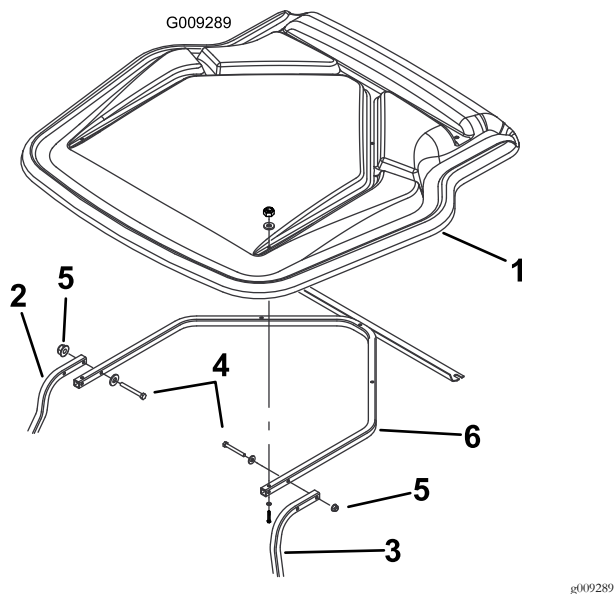

Рисунок 6
10. Поднимите навес над опорной рамой и установите его, не затягивая, на передние опоры при помощи 4 винтов (5/16 x 2-3/4 дюйма), 4 плоских шайб (5/16 дюйма) и 4 фланцевых гаек (5/16 дюйма), как показано на Рисунок 6.
Примечание: Опора навеса уже установлена без затяжки на навес (Рисунок 6).